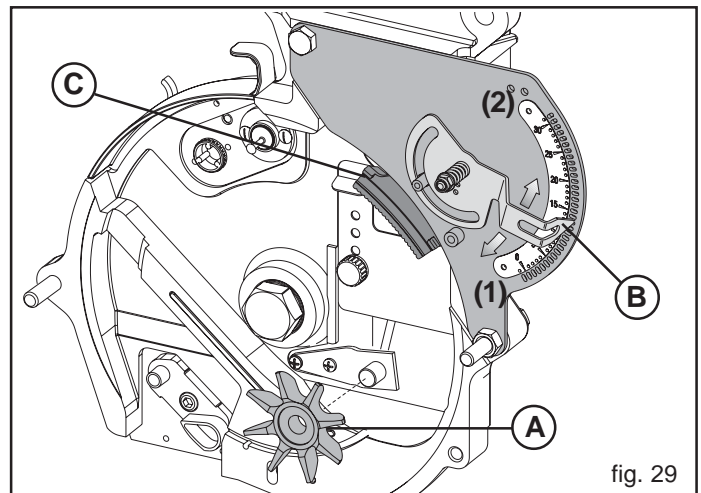

fig. 29
Der Hersteller liefert serienmäßig (abgebaut) den Saatgutrührer für die einzelnen Streuer (A, Fig. 29).
Durch Verstellen des Zeigers (B Abb. 29) wird ein Läufer (C Abb. 29) gesteuert, der die Scheibe in der Nähe der Löcher berührt und das Fallen der überschüssigen Samen verursacht. Der Wähler muß bei jedem Scheiben- und Saatgutwechsel eingestellt werden, für kleine Samen in Richtung der niedrigen Zahlen (1 Abb. 29) und für größere Samen in Richtung der höheren Zahlen (2).
**WICHTIG: Der Wähler reguliert nicht den Luftdurchsatz im Verteiler. Den Schieber (C, Abb. 29) auswechseln, wenn der Aussaatyp geändert wird (Einzelreihe oder Doppelreihe).**